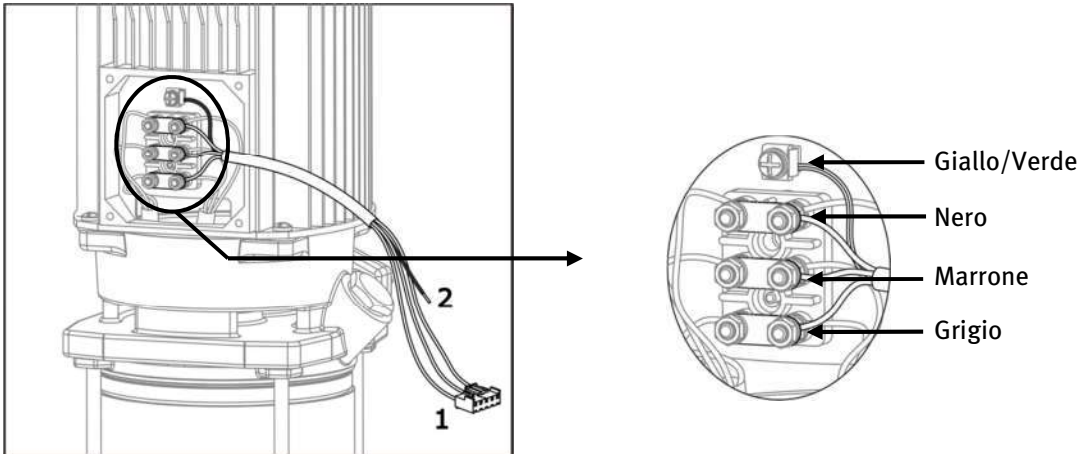

Figura 1
3.2.1) Speedrive con ingresso monofase (Figura 1):